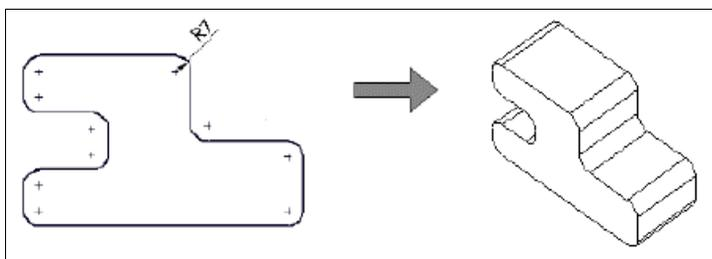

Рис. 1.37
- ◆ нарисовать сложный эскиз и затем вытянуть деталь, используя этот эскиз в качестве сложного профиля (рис. 1.37);